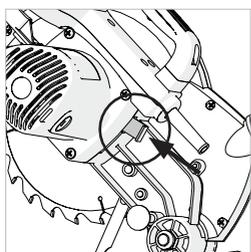

図26
- ・ シャフトロックボタンを押し、軸が回転ないようにロックをかけます。 (図26)